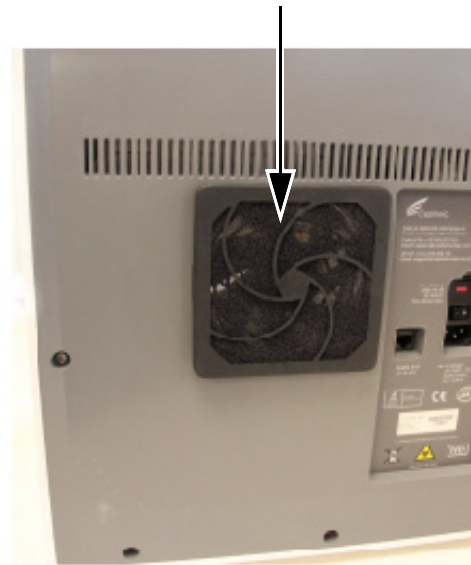

图 9-23. 更换过滤器和防护板
7. 把风扇过滤器保护罩和过滤器作为一个单位放置。按压保护罩的侧边，让其牢牢地装入风扇外壳，直到其抓手牢固地卡入风扇。按住保护罩的底部，直到其抓手牢固地卡入风扇。参见图 9-23。